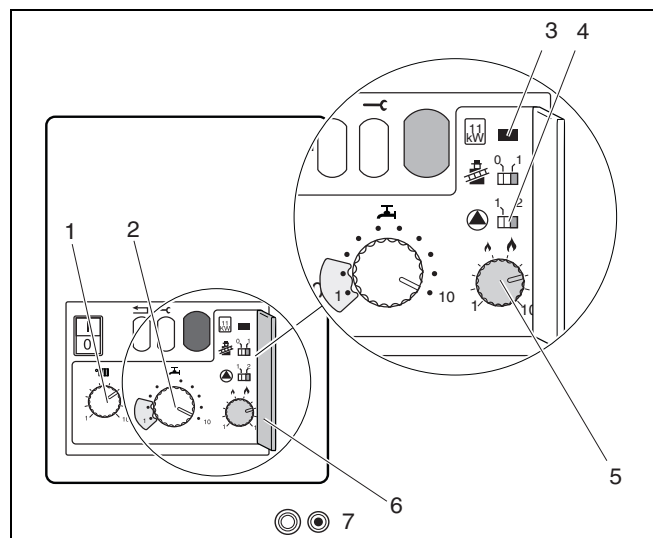

Abb. 21 Bedienebene
Legende zu Abb. 21:
- Regler (Abb. 21, Pos. 1) auf die gewünschte maximale Vorlauftemperatur, je nach Auslegung der Anlage und entsprechend Tab. 3 einstellen.
- Mit dem Regler (Abb. 21, Pos. 2) gewünschte Warmwassertemperatur entsprechend Tab. 4 einstellen.
- Jumper entfernen (Abb. 21, Pos. 3) und aufbewahren.
- Abdeckung der 2. Bedienebene aufklappen (Abb. 21, Pos. 6).
- Heizleistung je nach dem erforderlichen Wärmebedarf (Tab. 5) am Regler (Abb. 21, Pos. 5) einstellen. Bei der Einstellung die Leistungsverluste durch das Abgassystem beachten (Tab. 6).
- Schalter  (Abb. 21, Pos. 4) in Stellung "1" bringen. Pumpennachlaufzeit 4 min.